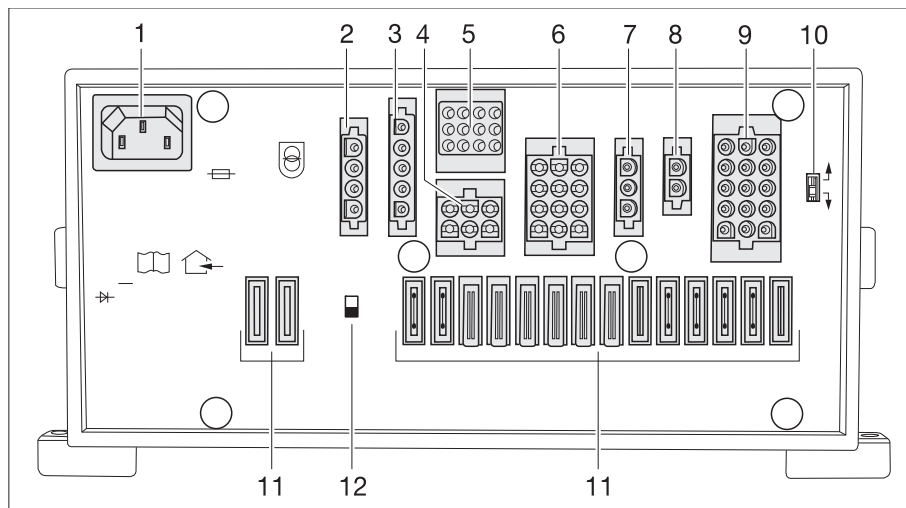

Fig. 263 Bloque eléctrico (EBL 119)
- ▷ El separador de batería (Fig. 263,12) desconecta todos los consumidores que están conectados al bloque eléctrico, de la fuente de alimentación 12 V.
- ▶ Si el selector de batería (Fig. 263,10) está mal ajustado se puede formar gas detonante. ¡Peligro de explosión!
En el selector de batería (Fig. 263,10), el módulo de carga en el bloque eléctrico se puede ajustar al tipo de batería del habitáculo montada en el vehículo ("plomo-gel", "plomo-ácido" o AGM).